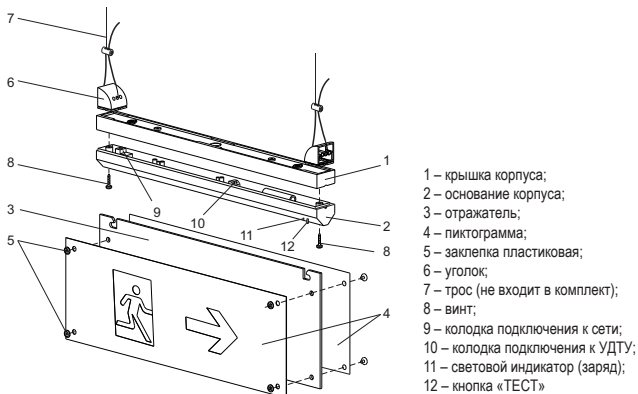

Рисунок 2 – Монтаж на подвесе
4.2 Для визуального контроля состояния светильника и аккумуляторной батареи светильник оснащен световым индикатором зеленого цвета 11 (рисунок 2) и тестовым устройством с кнопкой «ТЕСТ» 12 (рисунок 2).
4.4.2 С помощью отвёртки открутить винты 8 (рисунок 2) крепления крышки корпуса 1 (рисунок 2). Снять крышку корпуса 1 с основания корпуса 2 светильника.
4.5 Монтаж светильника (рисунок 2)